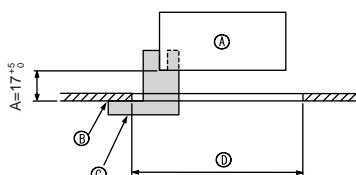
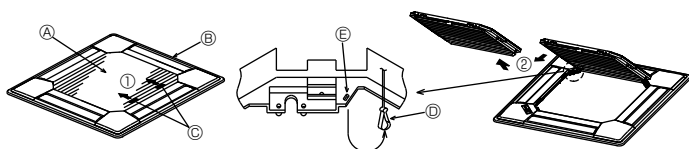
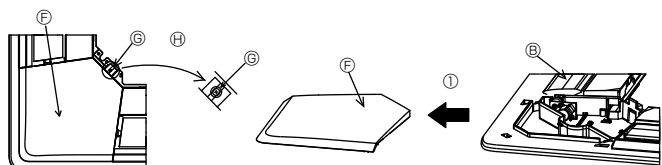

Fig. 6-2
Fig. 6-3
Fig. 6-4
①	Решетка	1	950 × 950 (мм)
②	Винт с привязной прокладкой	4	M5 × 0,8 × 25
③	Шаблон	1	(Поделен на четыре части)
④	Фиксатор	3
⑤	Винт	4	4 × 8
⑥	Винт	1	4 × 12
⑦	Угловая панель i-see sensor	1	для PLP-6BAE
6.2. Подготовка к установке вентиляционной решетки (Fig. 6-2)
- С помощью поставленного в комплекте шаблона ③ отрегулируйте и проверьте положение устройства по отношению к потолку. При неверном расположении устройства по отношению к потолку возможно прохождение воздуха или накопление конденсации.
6.2.1. Удаление воздухозаборной решетки (Fig. 6-3)
- Сдвиньте рычаги в направлении, обозначенном стрелкой ①, чтобы открыть воздухозаборную решетку.
- Пока воздухозаборная решетка находится в "открытом" положении, удалите стержень воздухозаборной решетки с вентиляционной решетки в направлении стрелки ②.
6.2.2. Удаление угловой панели (Fig. 6-4)
- Удалите винт из угла угловой панели. Для удаления угловой панели сдвиньте угловую панель в направлении стрелки ①.
[Fig. 6-3, 6-4]